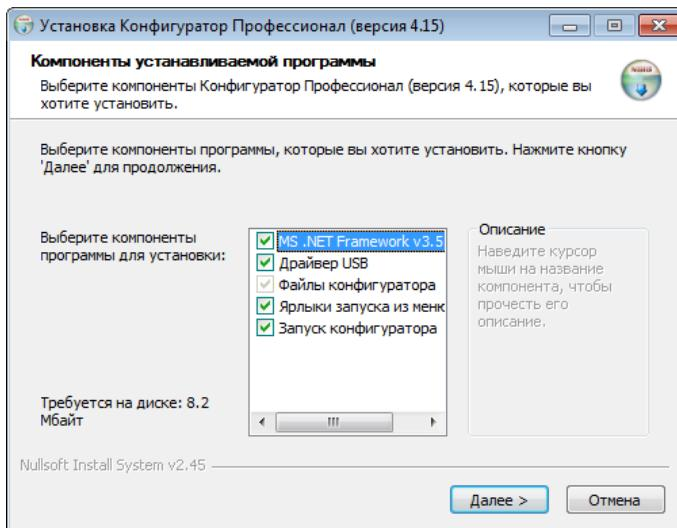

Рис. 4.2. Окно *Компоненты устанавливаемой программы*
4. В открывшемся окне оставьте установленными все флагки и нажмите кнопку **Далее >** (Рис. 4.2).